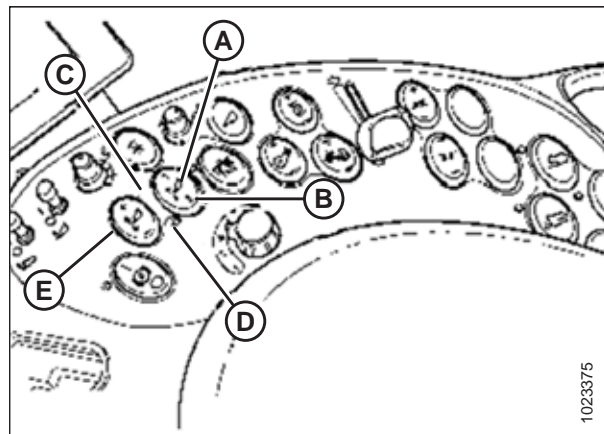

Рисунок 4.86: Органы управления комбайна Case
Эти уставки могут быть отрегулированы при помощи переключателя FINE ADJUST (ТОЧНАЯ РЕГУЛИРОВКА) (E) на рис. 4.86, страница 155.